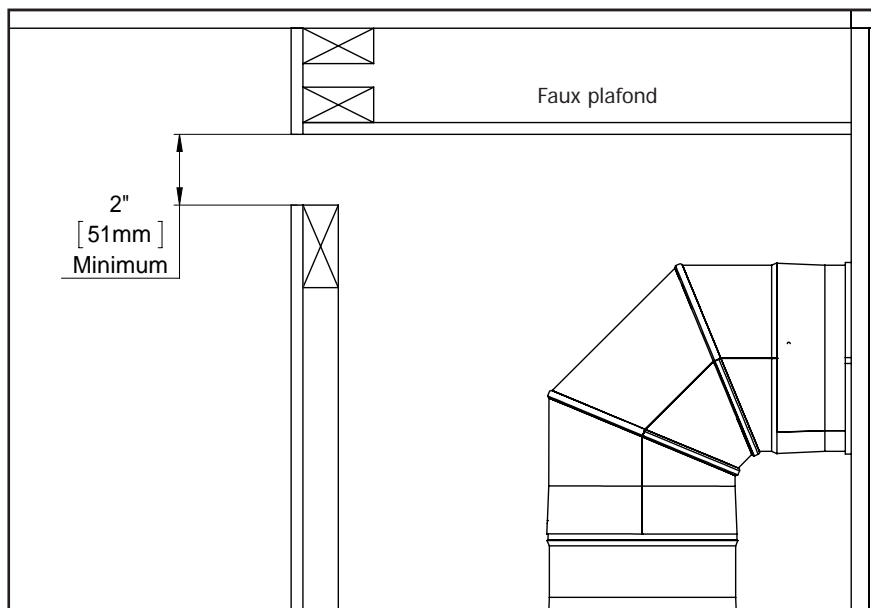
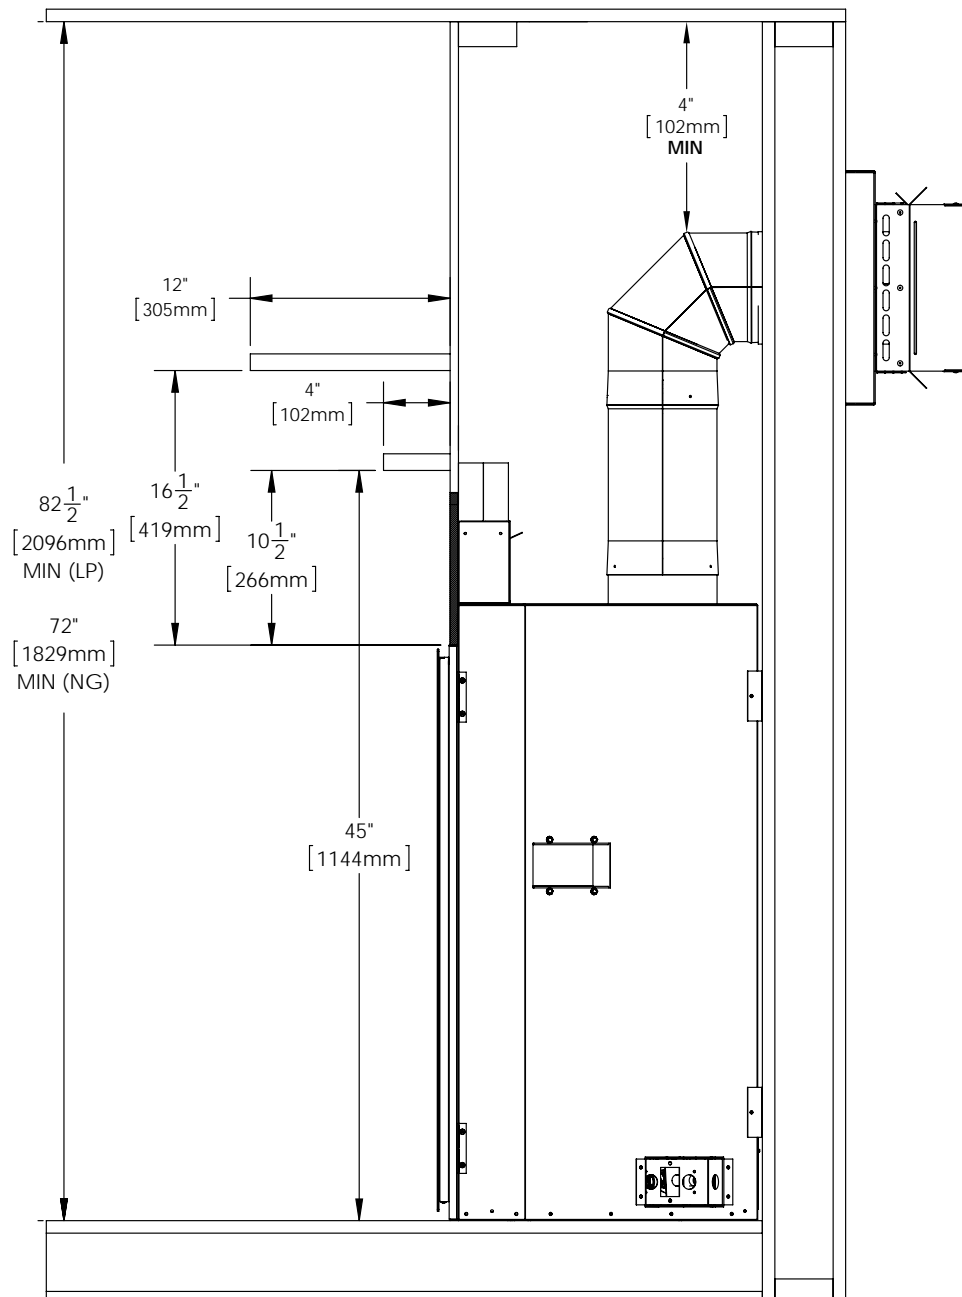

Figure 46: Faux plafond
Figure 48: Installation sur mur plat
**Facultatif : faux plafond** - Si la dimension de votre plafond est supérieure au minimum (voir la figure 48), vous pouvez souhaiter que le refoulement d'air CSS soit plus bas sur le mur. Pour cela un faux plafond est nécessaire pour bien évacuer la chaleur de la chasse d'eau. (Voir Figure 46).